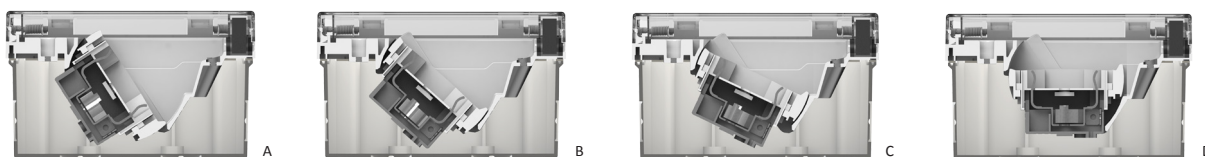

fig. 6
- Muovere il supporto basculante assicurandosi del suo completo movimento (fig. 6-A,B,C,D).
- Move the tilting support to ensure its complete movement (fig. 6-A,B,C,D).